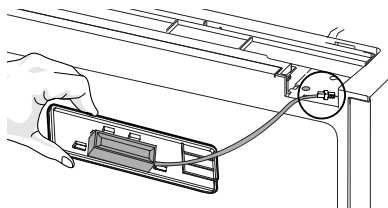

Figure 5
- 6 Débranchez le faisceau de commutateur à lames (voir Figure 5) et mettez-le de côté.